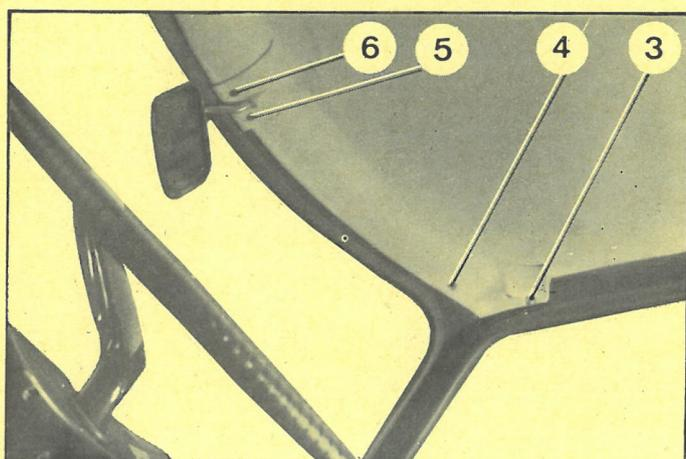

Fig. 2
Déposer les vis de fixation (3) et (4) du demi-bandeau dégrafer celui-ci du support de rétroviseur (fig. 2).
Déposer les vis (5) et (6) et le support de rétroviseur (fig. 2).